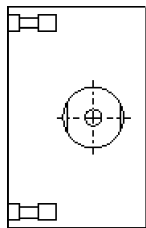

图 7-73 创建模型视图
STEP 2 图纸比例保持系统默认设置，图纸方向设置为“右视”，在图纸绘制区中单击，创建此方向的标准视图，如图 7-73 所示。